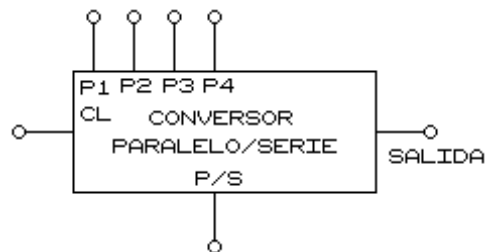

Figura 6.5
1. En la figura 6.5 conecte de $P_1 - P_4$ las siguientes combinaciones (una a la vez).